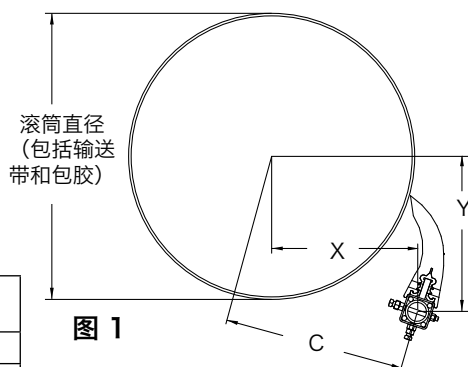

图 1
1. 找到 X、Y 和 C 规格。测量滚筒直径 (包括输送带和包胶) (图 1)。